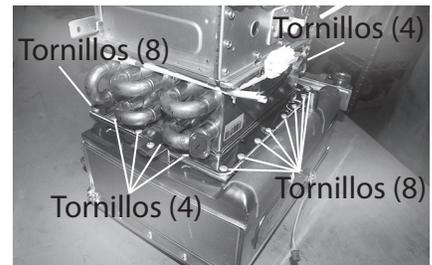

Figura 158 - Retiro de los tornillos del conjunto de HEX
- 50** Una vez que se hayan sacado los soportes, ubique los 24 tornillos que fijan el intercambiador de calor principal al intercambiador de calor secundario. Retire los tornillos y déjelos a un lado en un lugar seguro para volver a instalarlos. Consulte la Figura 158.
69 Fije el HEX principal al HEX secundario con los 24 tornillos que se retiraron anteriormente en el **Paso 50**. Consulte la Figura 158 como referencia.